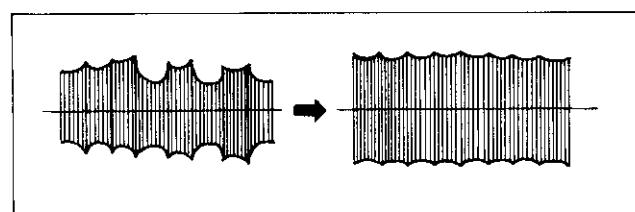

Fig. 5-3
- Ajuster T03 pour obtenir la forme d'onde indiquée sur la figure 5-3.